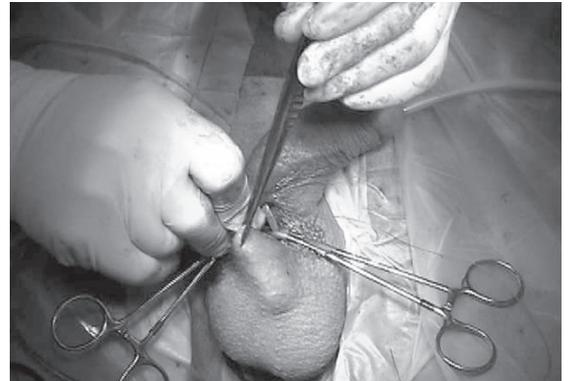

Figura 4-22.
11. Evalúe el aspecto inferior de la incisión escrotal y cree un espacio debajo de la piel escrotal y del músculo dartos para que sirva como bolsa para la bomba. Comience la creación del túnel a unos 2 cm del borde de la piel para facilitar la ocultación final de los tubos y los conectores. Anude sin tensión una sutura en forma de bolsa en torno a la abertura del túnel para asegurar la posición de la bomba. (Figura 4-22)